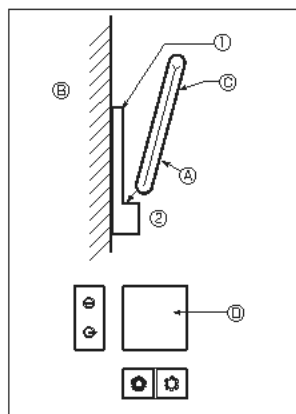
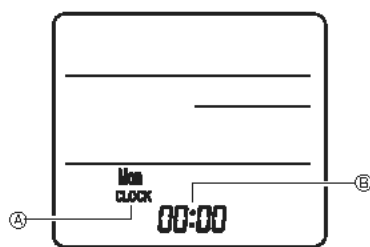

Fig. 7-7
Fig. 7-8
2) Метод установки (Fig. 7-7)
- Пульт дистанционного управления: Стена (1) Панель дисплея (2) Приемник
3) Настройка (установка времени) (Fig. 7-8)